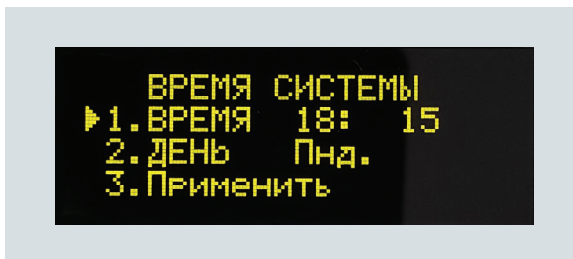

Рисунок 9 – Меню времени системы изделия
1.3.2.7. Время системы (рисунок 9).